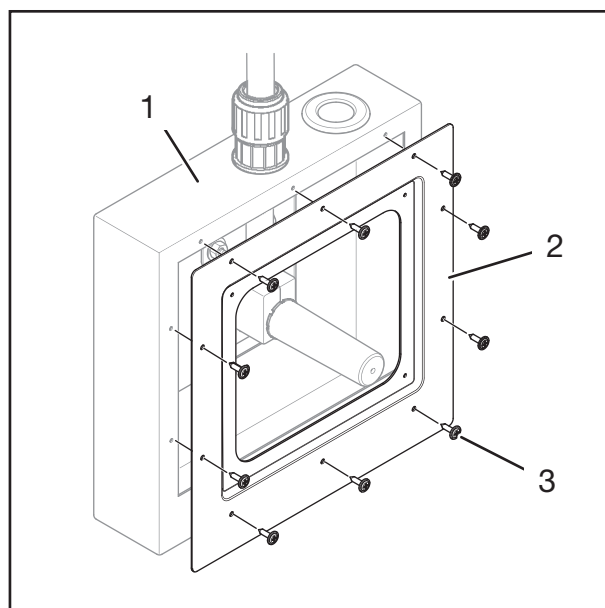

Fig. 9: Montering av ram
1. Positionera ramen (fig. 9/2) på huset (fig. 9/1).
2. Skruva fast ramen (fig. 9/2) på huset (fig. 9/1) med tio TX 20-skrivar (fig. 9/3).